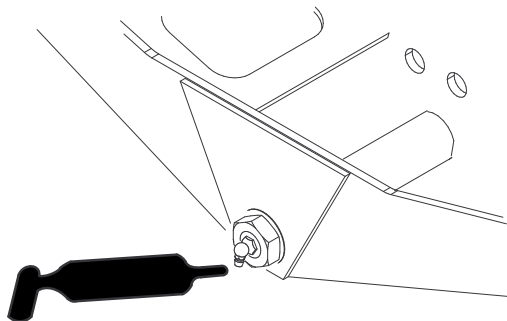

Figure 75
- Pivots de direction d'essieu (1) (Figure 75)